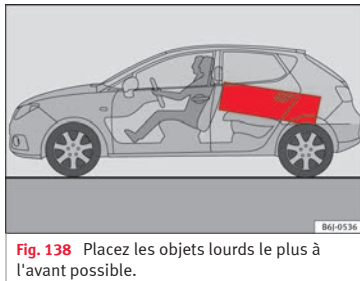

Fig. 138 Placez les objets lourds le plus à l'avant possible.
- Rangez autant que possible les objets lourds au fond du coffre à bagages » **fig. 138.**